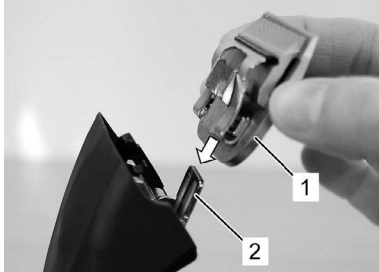

Abb. 15
6. Gewünschten Scherkopf auf das Messerscharnier stecken und bei eingeschaltetem Gerät mit leichtem Druck an die Schermaschine klappen (Abb. 15, 16, 17).